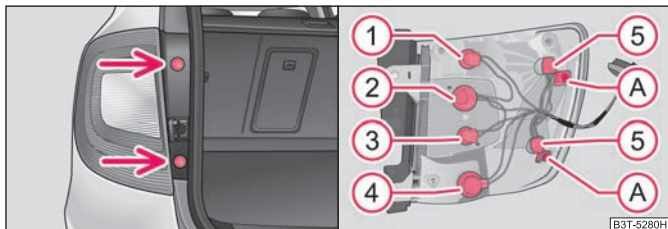

Fig. 216 Desmontar la unidad de luces traseras (Combi)
- Retire los tapones ⇒ fig. 216 - lado izquierdo, y desatornille con una llave Torx la unidad de luces posteriores ²⁰⁾.
- Para el montaje, coloque primero la unidad de luces posteriores con los orificios (A) en el vástago de la carrocería.
Posición de montaje de las bombillas ⇒ fig. 216.